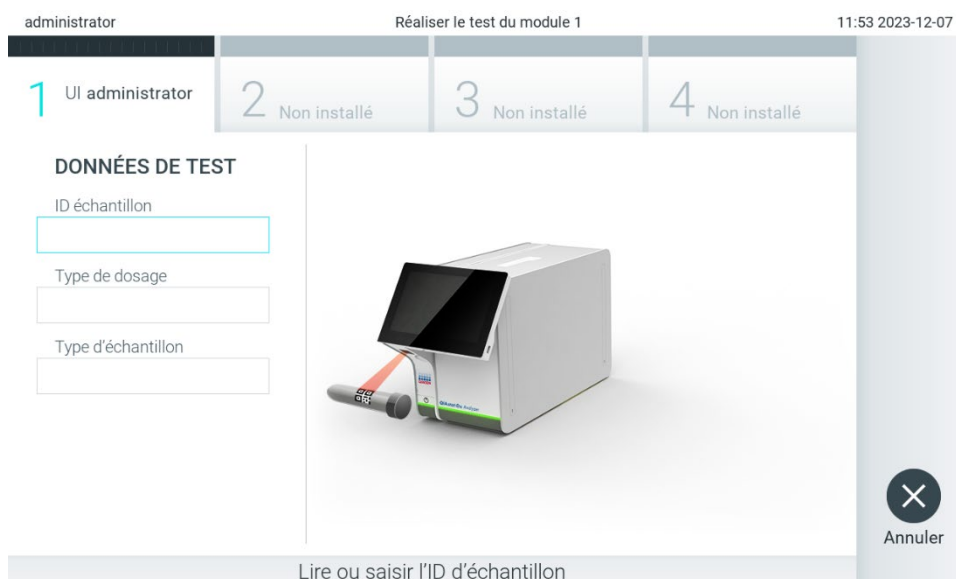

Figure 85. Lecture du code-barres de l'ID d'échantillon
2. Lorsque vous y êtes invité, scannez le code-barres de l'ID d'échantillon avec le lecteur de code-barres intégré au module opérationnel (figure 85).